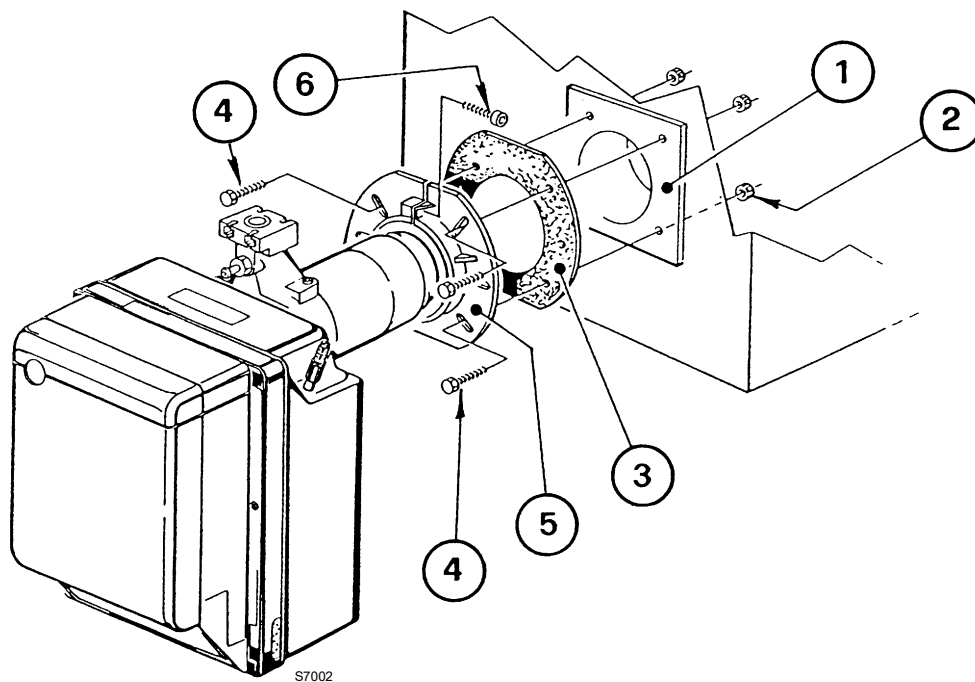

Fig. 12
- Sett flensen 5)(Fig. 12) på døren til kjelen 1) og legg det isolerende skjoldet 3) imellom. Skru dem fast med skruene 4) og (om nødvendig) mutterne 2). La en av de to øverste skruene 4) være løse.